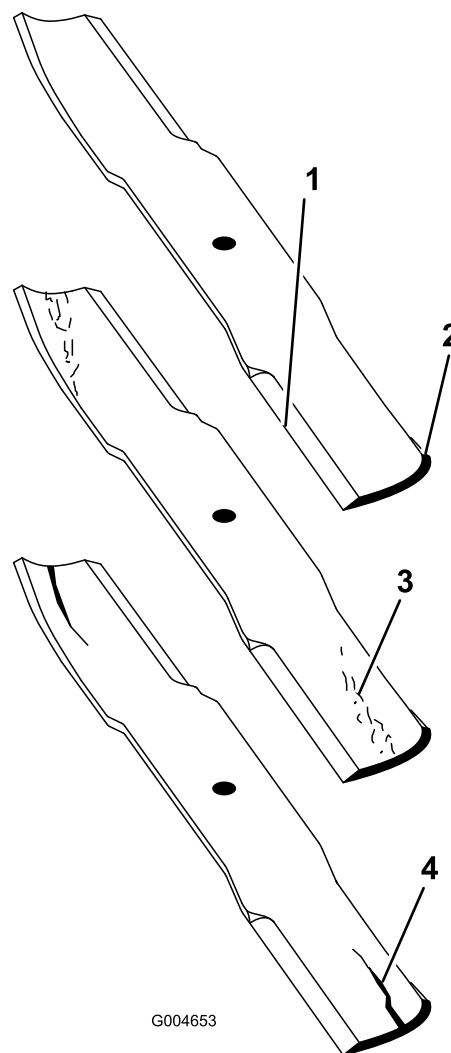

Figura 85
2. Examine cuidadosamente los extremos de corte de la cuchilla, sobre todo en el punto de reunión entre la parte plana y la parte curva de la cuchilla (Figura 85).
Nota: Puesto que la arena y los materiales abrasivos pueden desgastar el metal que conecta las partes curva y plana de la cuchilla, compruebe la cuchilla antes de utilizar la máquina. Si se aprecia desgaste, (Figura 85), cambie la cuchilla.